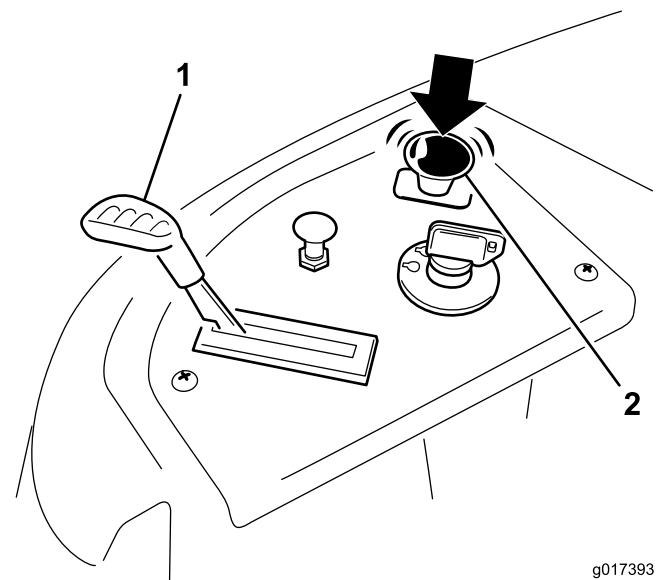

Figura 11
2. Desengrane las cuchillas moviendo el mando de control de las cuchillas a Desengranado (Figura 11)